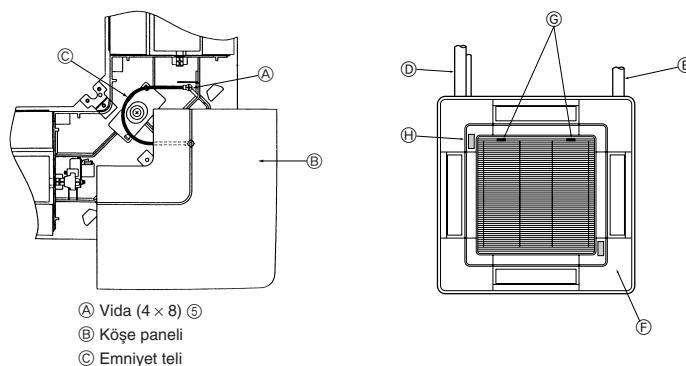

Fig. 5-10
5.7. Giriş izgarasının takılması (Fig. 5-10)